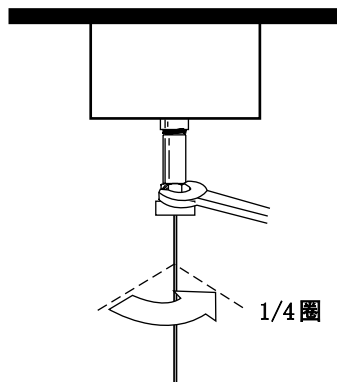

图 17 固定色谱柱
- 5 用扳手拧紧柱螺帽 1/4 到 1/2 圈，用轻微的力不能将色谱柱从接头上拉下来（如图 17）。